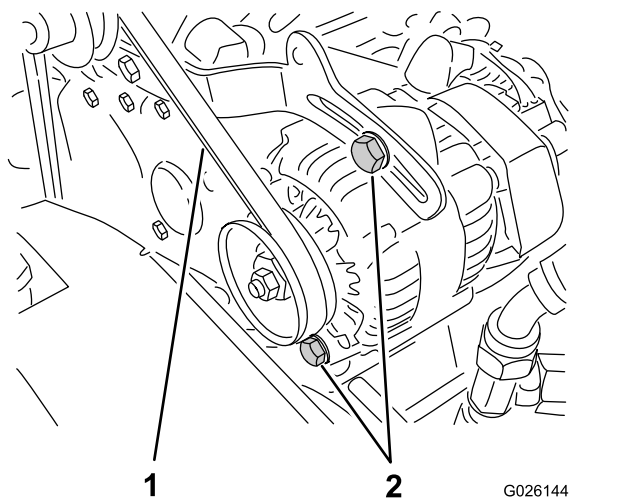

Figura 60
2. Verificai tensionarea apăsând cureaua la mijlocul distanei dintre arborele cotit i fulliile alternatorului cu o foră de 10 kgf (**Figura 60**).
- A. Slăbii cele 2 uruburi de montare a alternatorului (**Figura 60**).
curelei, apoi strângeți uruburile de montare (Figura 60).